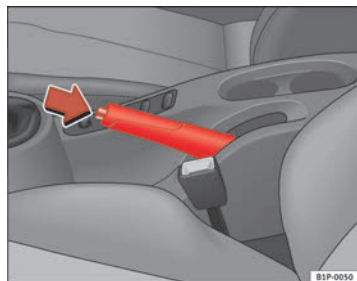

Fig. 128 Freno de mano entre los asientos delanteros
- Tire con fuerza de la palanca del freno de mano hacia arriba ⇒ fig. 128.
- Tire ligeramente de la palanca hacia arriba, presione el botón de desbloqueo en la dirección de la flecha ⇒ fig. 128 y baje completamente la palanca ⇒ ⚠.